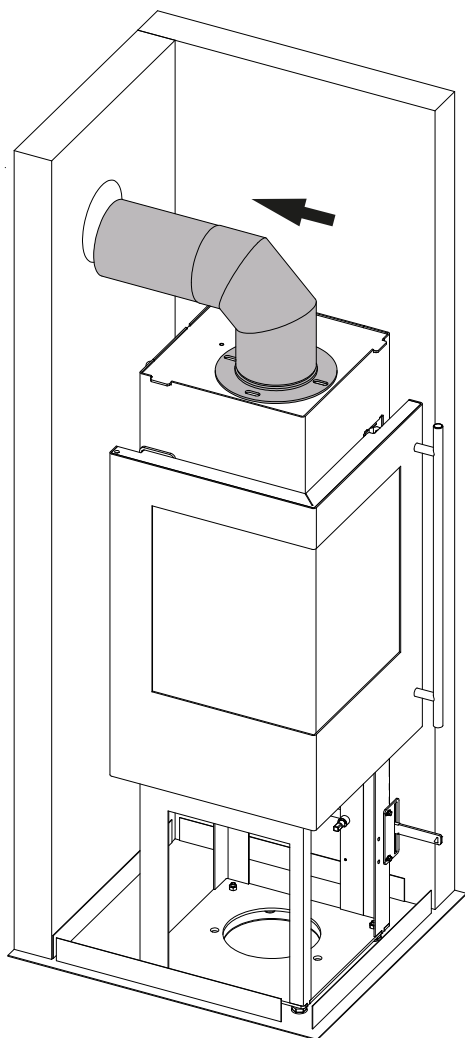

Fig.5
- Enfiler le tuyau coudé avec le tuyau de poêle sur les buses de sortie fumée et l'insérer dans le trou du panneau d'isolation puis pousser à fond dans le chemisage mural (voir Fig. 5).